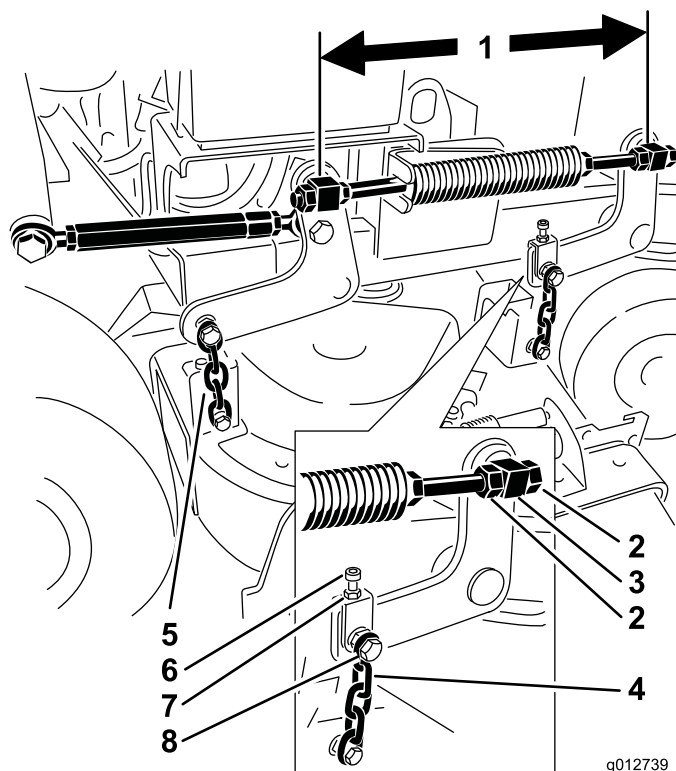

Figura 84
6. Compruebe la distancia entre los pivotes; mida del centro de un pivote al centro del otro (distancia entre centros) en la varilla roscada. Esta distancia debe ser de 49,5 cm para plataformas de corte de 91 cm y de 43,7 cm para carcasas de corte de 102 cm (Figura 84).
9. Utilice las contratuercas del pivote delantero para ajustar la longitud entre los pivotes delantero y trasero en ese lado (Figura 84).
11. Utilice el perno de ajuste para obtener la misma tensión en ambas cadenas delanteras (Figura 84).
- Afloje la tuerca del perno superior de la cadena y la contratuerca del perno de ajuste (Figura 84).
- Apriete o afloje el perno de ajuste para obtener una distancia de 6 a 10 mm menos en la parte delantera, en **A**, que en la parte trasera, en **B** (Figura 84).